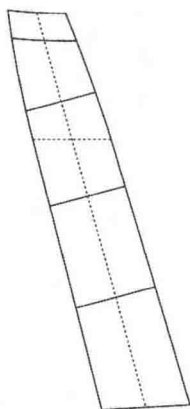

图6-53 分割裁片步骤2
⑩用【智能笔】工具中三角板功能分好每块裁片，然后用【智能笔】工具中单向靠边或双向靠边功能将四块分割线连好（图 6-53）。